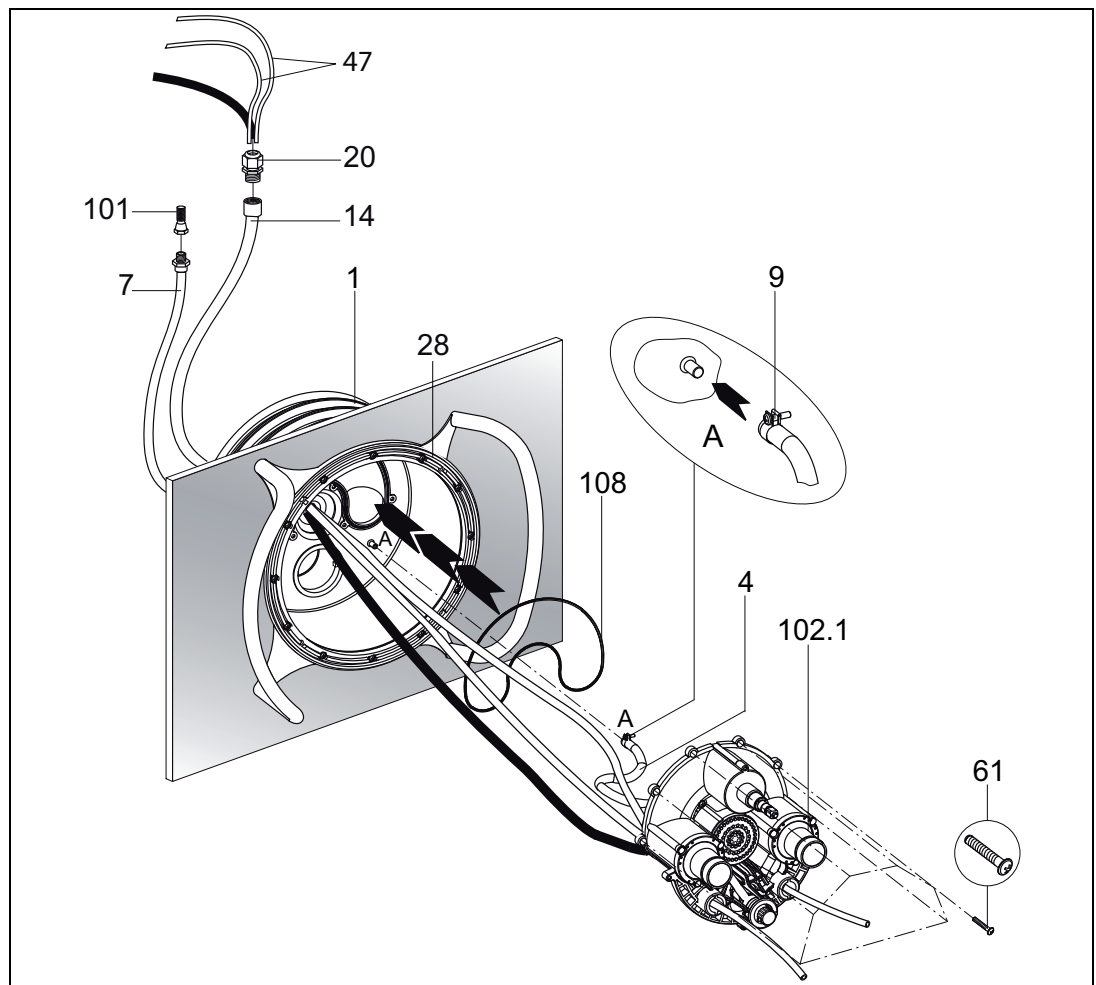

Fig. 10
2. Applicare l'O-Ring (**108**) nel corpo da murare (**1**) (*fig. 10*).
3. Avvitare le dieci viti autofilettanti (**61**) in dotazione nell'alloggiamento degli ugelli. Applicare l'alloggiamento premontato degli ugelli (**102.1**) sul corpo da murare (**1**) (*fig. 10*).
4. Condurre i tubi pneumatici (**47**) ed i cavi del proiettore attraverso il tubo di protezione (**14**) ed ermetizzare con il passacavo filettato (**20**) (*fig. 10*).
5. Fissare il tubo interno dell'aria (**4**) già completamente premontato sull'alloggiamento degli ugelli (**102.1**) e sulla regolazione dell'aria, al corpo da murare (**1**) con una fascetta stringitubo (**9**) (*fig. 10*).
6. Condurre i tubi pneumatici attraverso le aperture inferiori e esterne dell'alloggiamento degli ugelli (**102.1**) (luce On/Off a sinistra; pompa On/Off a destra) (*fig. 10*).
7. Posizionare l'intero alloggiamento degli ugelli (**102.1**) sulla corpo da murare (**1**) e fissare le dieci viti autofilettanti premontate (**61**) (*fig. 10*).